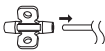

Figure 5. Fixation du manchon de fixation à ailettes en V.
17. Faire glisser le manchon de fixation à ailettes en V sur le segment rachidien (Figure 5 à la page 30) et faire descendre le manchon aussi près que possible du point d'entrée de l'aponévrose.